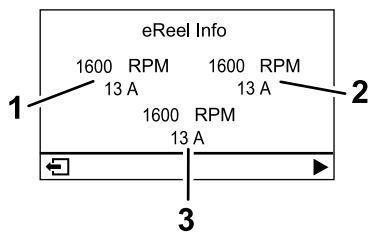

Bild 19
- **eReel-Motorbildschirm (Bild 19):** Zeigt die Geschwindigkeit und den Strom jedes Schneideinheitmotors an.